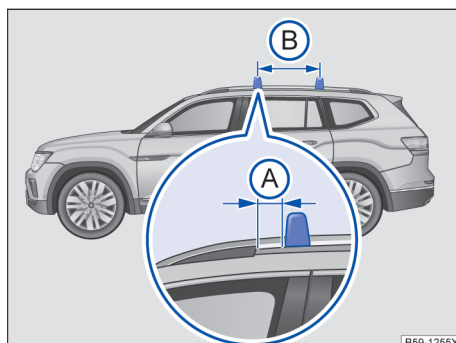
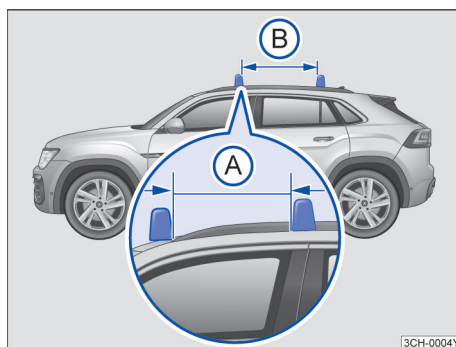

图 196 配备车顶行李架基架的汽车：行李架杆的固定点
图 197 配备车顶行李架基架的汽车：行李架杆的固定点。（Teramont X 车型）
行李架杆安装在车顶行李架基架上。同时前行李架杆与前车顶行李架脚→图 196(A)之间的距离为 5 cm。行李架杆的相互距离(B)应大约为 75 cm。
行李架杆安装在车顶行李架基架上。同时，行李架端部到第一根横梁中心→图 197(A)之间的距离为 16 cm。行李架杆的相互距离(B)应大约为 70 cm。
- 行李架杆只能安装在平行箭头→图 196(B)→图 197(B)之间。